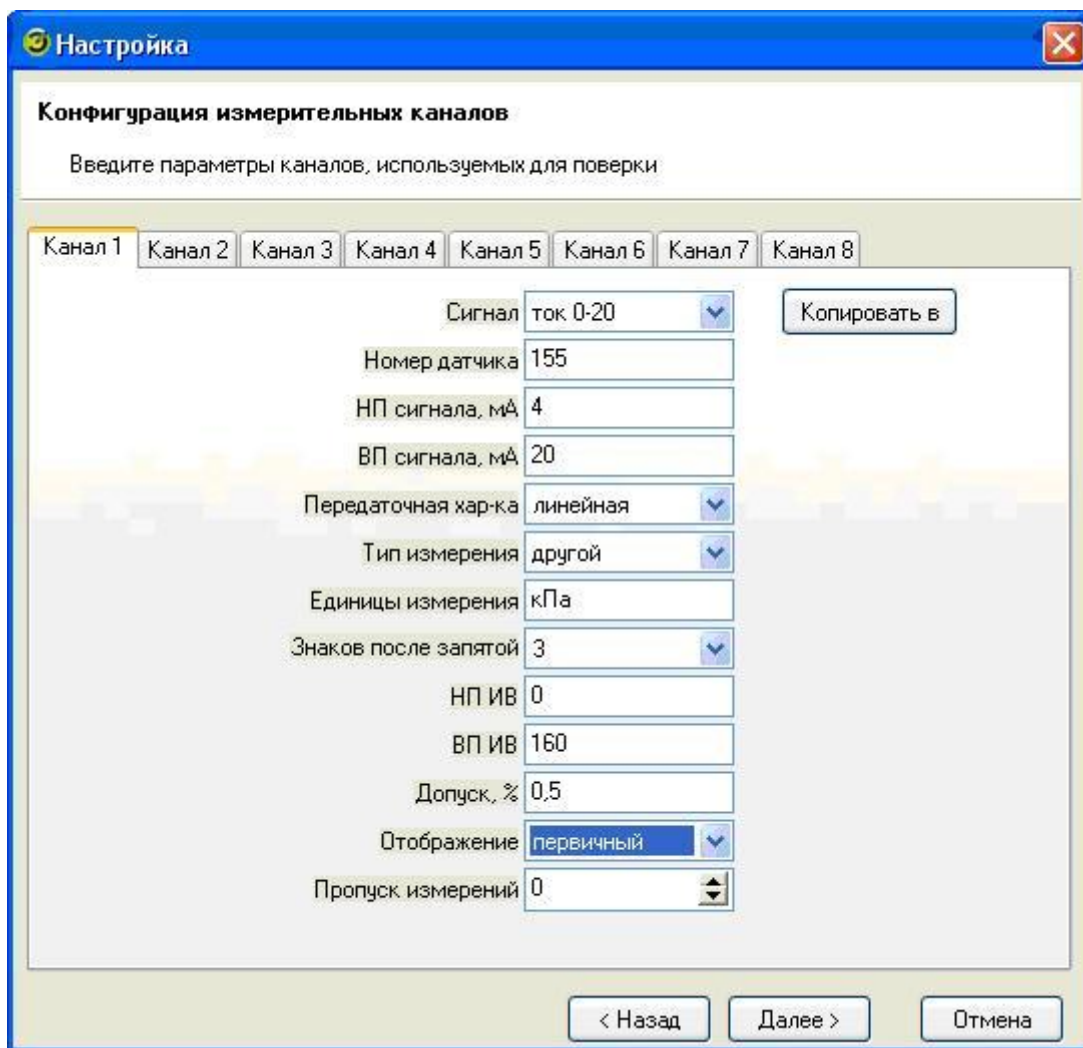

Рисунок 2.5. Ввод конфигурации поверяемых ИП
- После снятия данных по КТС и нажатия кнопки «Готово» (галочка должна стоять) произойдет расчёт коэффициентов КТС, которые появятся в окнах на панели настроек каналов (рис. 2.5.). Также будет предложено сразу сохранить коэффициенты в файл.